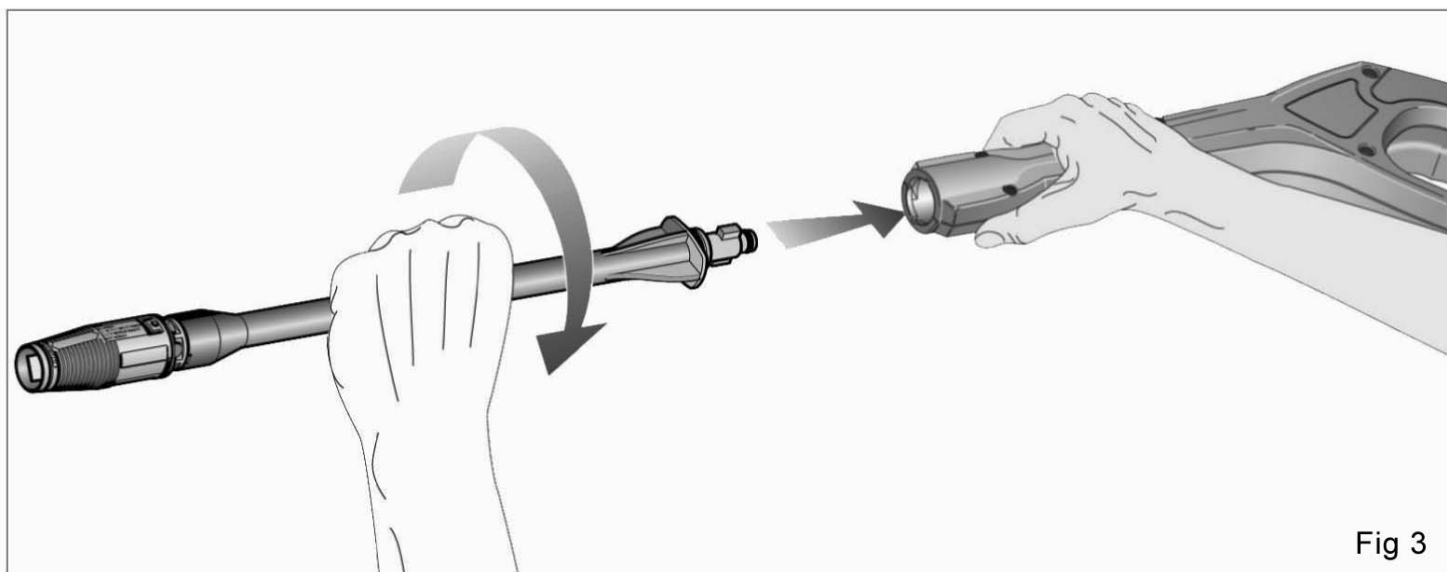

Fig 3
6. Insert the wand into the gun's quick connect coupling by pushing firmly and twisting wand $\frac{1}{4}$ of a turn to lock into place. (Fig 3)
6. Insérez le tube-rallonge dans le raccord à branchement rapide de la buse en poussant fermement et en le tournant d'un quart ($\frac{1}{4}$) de tour pour le verrouiller en place. (Fig. 3)